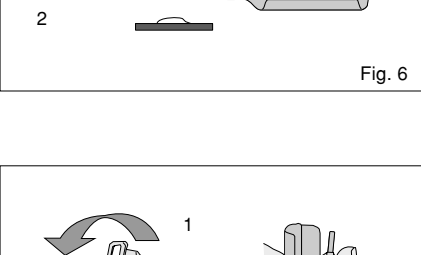

Fig. 7
- c. Pendant que vous abaissez le levier, égalisez et coupez la quantité de matériau extraite des embouts de la cartouche en positionnant la cartouche et le distributeur en position verticale sur le bloc de mélange. (Fig. 7)
- Mientras presione la palanca, nivele e interrumpa el material que sale de las puntas del cartucho moviendo el cartucho y el aplicador a una posición vertical sobre el bloque de mezclas. (Fig. 7)